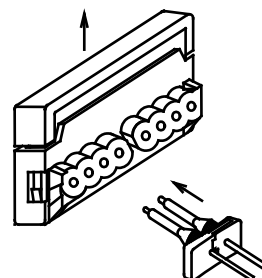

Fig. 4.10
- ・付属のファイバカッターの歯を持上げ、凸側からファイバアタッチメントの根元まで差込んでください。[Fig.4.10]